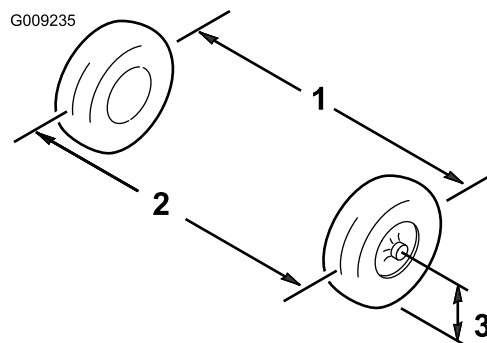

図 48
2. 前輪の前と後ろで、左右のタイヤの中央線間距離を測る計測はアクスルの高さで行う (図 48)。